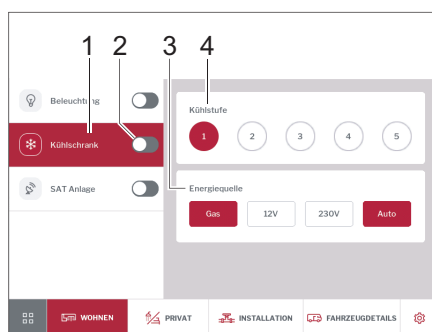

Bild 282 Kylskåp
- Med skjutreglaget (Bild 282,2) sätter du på och stänger av kylskåpet.
- Klicka på knappen *Kylskåp* (Bild 282,1).
På kontrollpanelen kan du ställa in kylnivå (Bild 282,4) och energikälla (Bild 282,3).